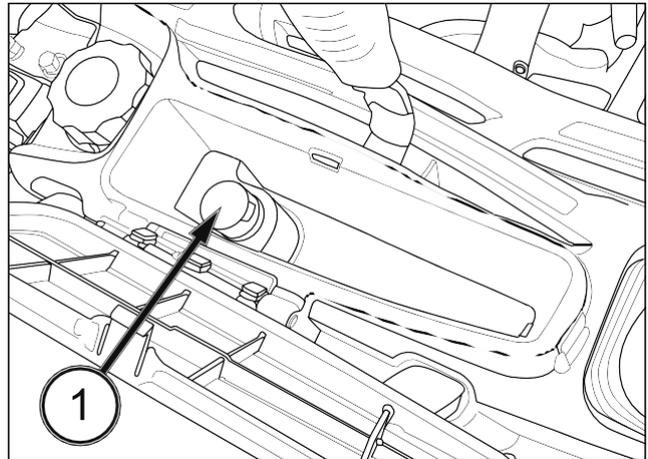

FIG. 4-40
FIG. 4-40: El TXGS24 dispone de una toma de corriente de 12 V (1). Para acceder a esta toma de corriente de 12 V, abra la tapa en el compartimento de almacenamiento del ala derecha y retire la tapa de esta toma.